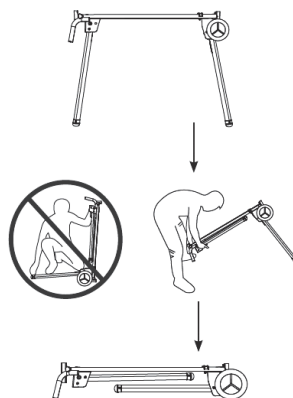

Рис. 18
- При складывании стойки не следует ставить колесики на пол, чтобы не допустить неожиданного смещения стойки (рис. 18).
Внимание! Во избежание защемления пальцев или ладоней при складывании стойки следует стоять со стороны ручки стойки (см. рис. 18).
2. Повторить шаг 1 для складывания второй ножки стойки на стороне ручки и затем положить сторону ручки стойки на пол (см. рис. 18).